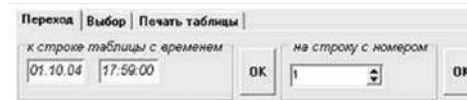

Рис.19
**Переход** (рис.19) состоит из перехода к строке таблицы по времени и из перехода на строку по номеру.